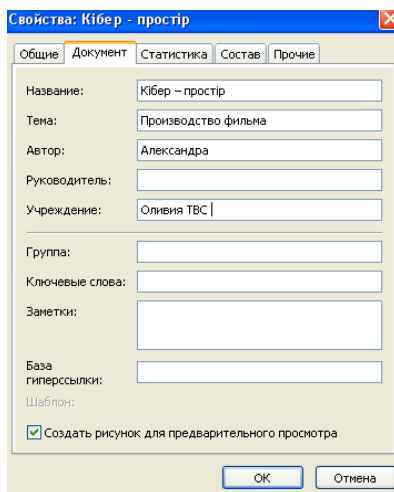

Рис. 89. Діалогове вікно «Свойства»
9.1. *File/Properties* (Свойства). З'явиться діалогове вікно *Свойства* (рис. 89):